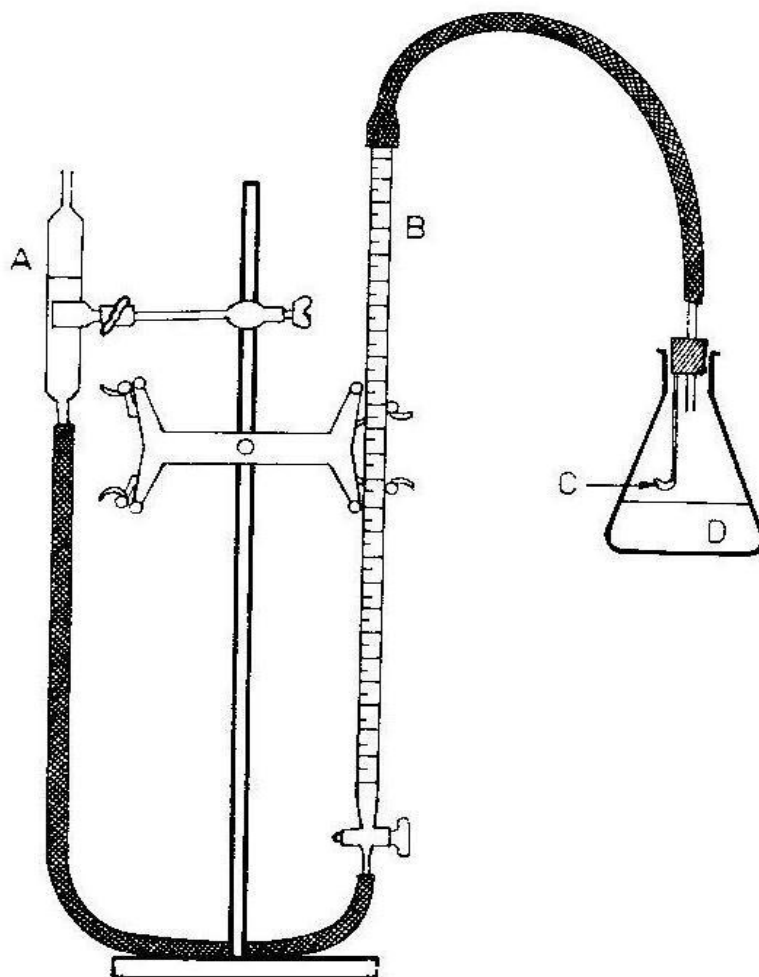

Figura 1
- Pese una fracción de tableta de Alka-Seltzer de aproximadamente 0,2 g. En el erlenmeyer colocar 100 mL de ácido clorhídrico 1 M. Amarre el pedazo de tableta con un hilo e instale en el aparato que se muestra en la figura 1. El bulbo nivelador se coloca de tal manera que en la bureta, el nivel del líquido esté en la última marca superior.